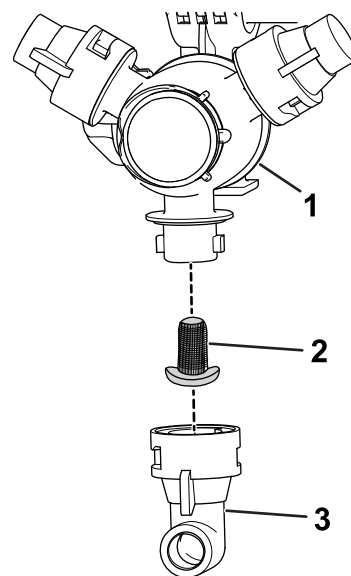

Bild 80
2. Nehmen Sie die Düse vom Sprühdrehkreuz ab (Bild 80).
3. Entfernen Sie den Düsenfilter (Bild 80).
5. Setzen Sie den Düsenfilter ein (Bild 80).
6. Setzen Sie die Düse auf das Sprühdrehkreuz auf (Bild 80).